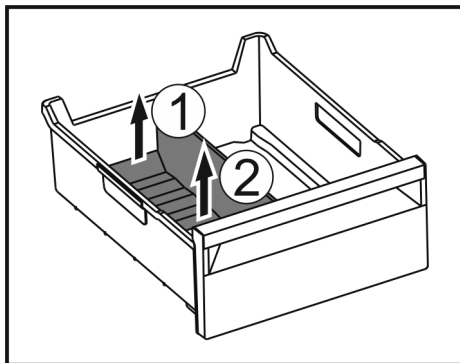

Fig. 178
- Soulever la partie arrière du séparateur de congélateur. Fig. 178 (1)
- Retirer le séparateur de congélateur par le haut. Fig. 178 (2)